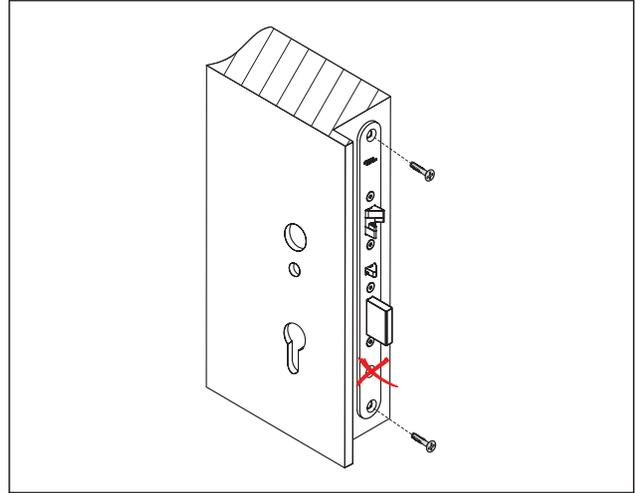

Fig. 24 Screw door lock tight
4. Screw the door lock tight (Fig. 24).